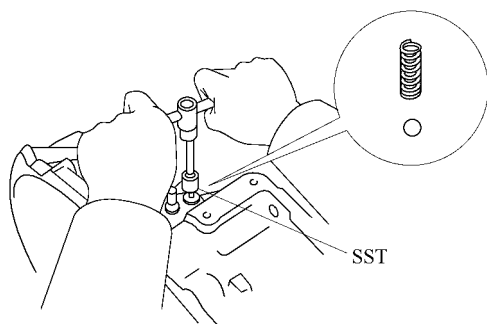

图 12-34 用锁球螺塞套筒紧固螺塞
(8) 安装前驱动换挡叉轴用的直螺塞、弹簧和锁球。将螺塞上涂敷液体密封胶，装上锁球和弹簧，使用锁球螺塞套筒旋紧螺塞，如图 12-34 所示。